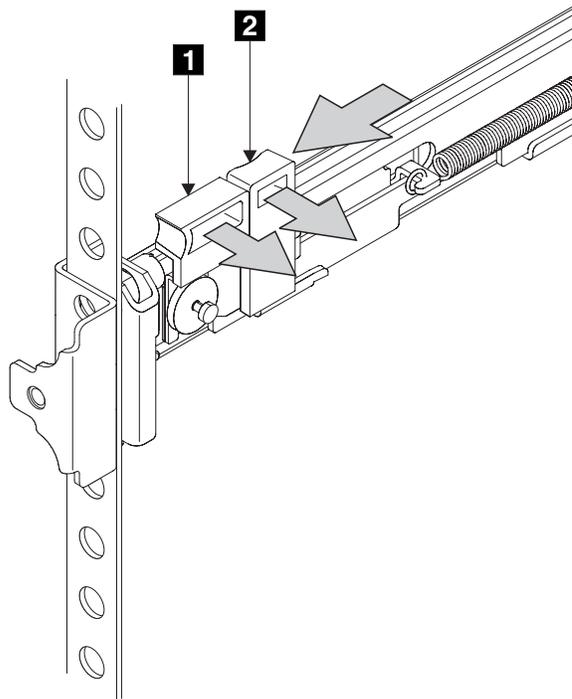

図 129. ラッチ・ロック・キャリア・アセンブリーを閉じる
13. ラッチ・ロック **2** (図 129) を押してレールから離し、キャリアを解放します。ラッチ・ロック・キャリアがラックの前方向にスライドし、位置決めピンが、前部フランジの穴と前部レール・ブラケットの穴を通して突き出ます。